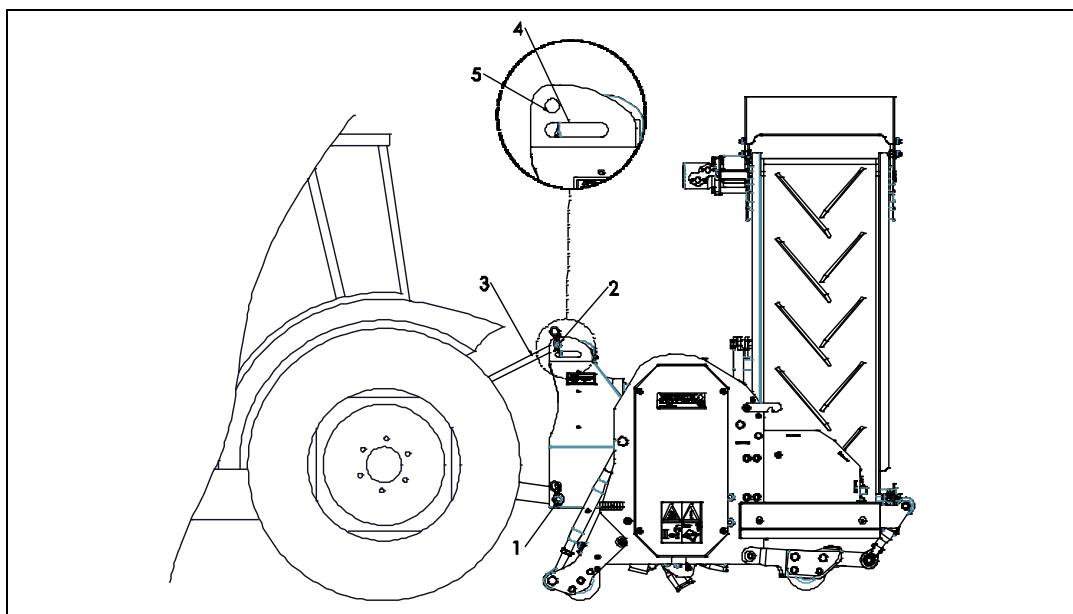

Fig. 9
Il metodo è il seguente: (Fig 9.)
Assicurarsi che la staffa superiore sia collegata e tesa in modalità di trasporto (posizione 5)! Cfr. capitolo 4.0 fig. 9
6. Se lo si desidera, la staffa superiore può essere posizionata nel terreno seguendo la posizione nel foro scanalato 4 (vedere il capitolo 4.0 fig.9)